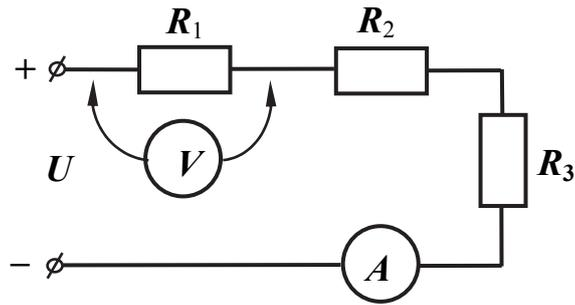

Рис. 7.1
1. Для сборки схемы (рис. 7.1) выбрать сопротивления с номинальными значениями ( $R_n$ ) в пределах от 47 до 680 Ом. Записать исходные данные элементов в протокол. С помощью мультиметра измерить фактическое сопротивление  $R_{\phi}$  каждого элемента и также занести в протокол. Собрать электрическую схему по рис. 7.1.